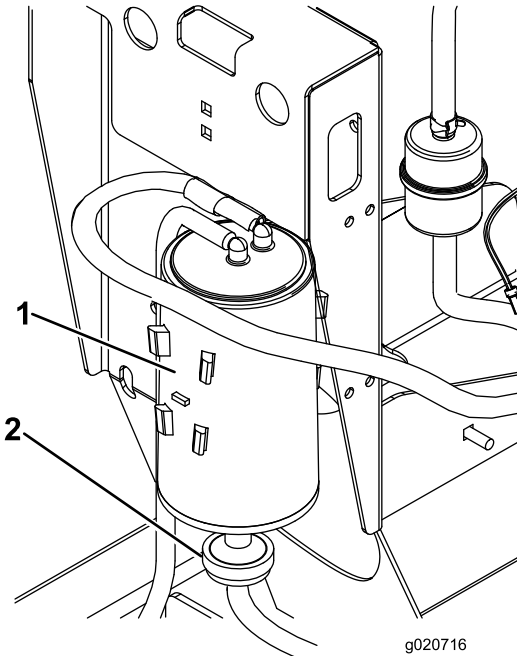

Bild 18
2. Schließen Sie den Schlauch vom Aktivkohlefilter ab (Bild 18).
3. Entfernen und werfen Sie den Aktivkohlefilter weg (Bild 18).